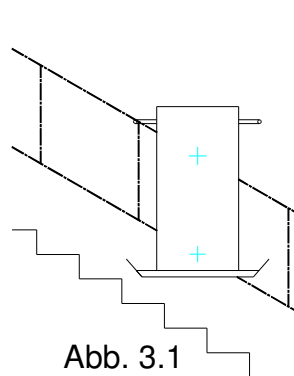
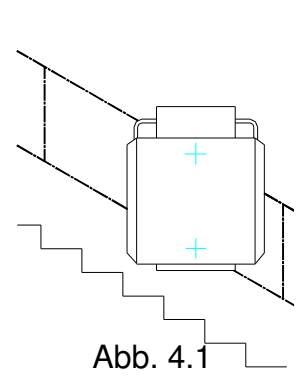

Abb. 3.1
Abb. 4.1
7. Bei einer automatisch betätigten Plattform muß zuerst der Schranken wieder in Schließstellung (Abb. 3.1)gebracht werden. **Die Plattform kann nun händisch ohne Probleme geschlossen werden (Abb. 4.1) und muß mit dem dafür vorgesehen Schloß gesichert werden.**